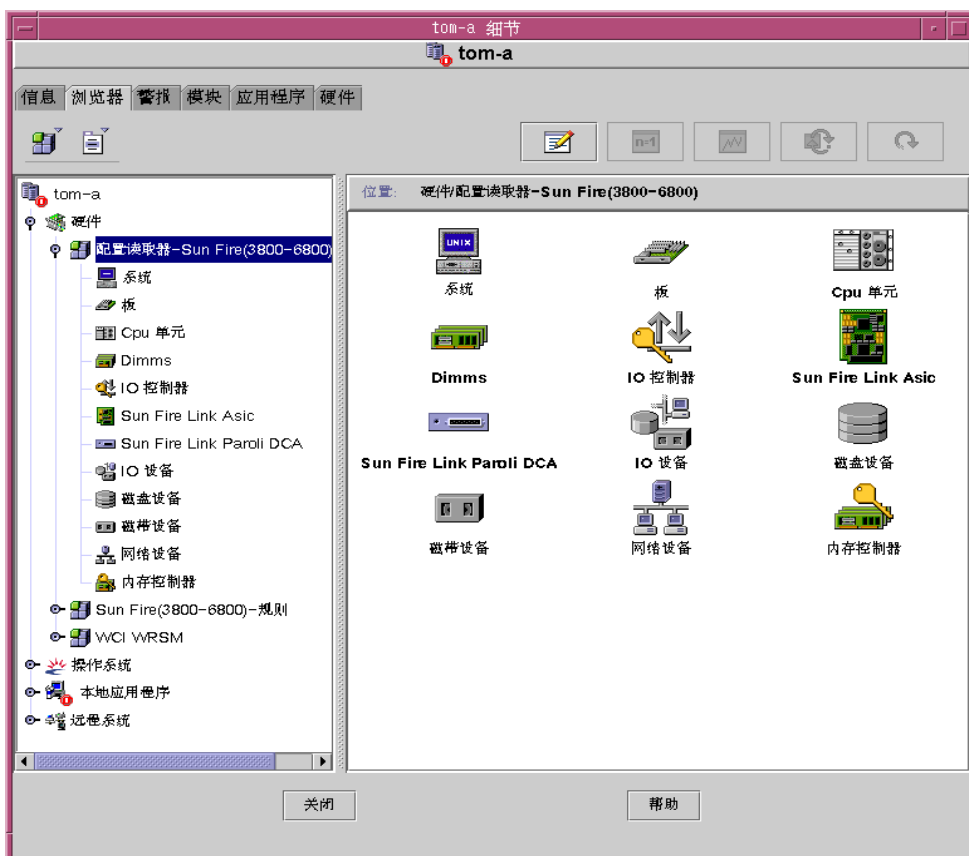

图 9-9 配置读取器树
2. 在“细节”窗口中选择“浏览器”选项卡。出现“配置读取器”树（如图 9-9 所示）。